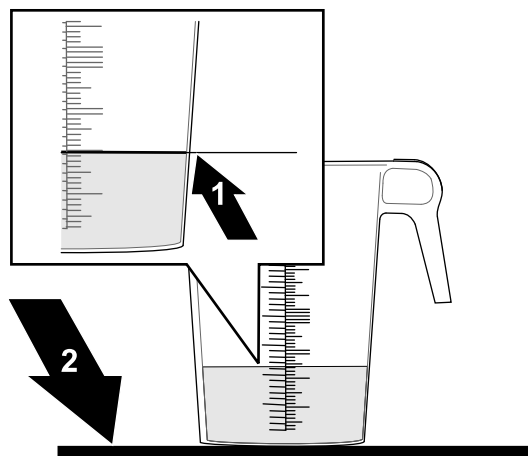

图 172
1. 将刻度容器放到水平地面上等液体稳定下来然后观察液量图 172。